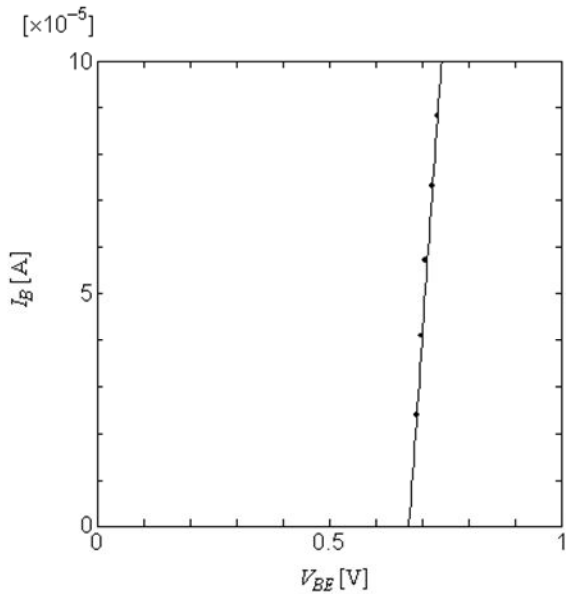

図26
(1)最初に作成した"VBE-IB特性2.txt"のデータファイルを利用して、図26のグラフを作成する。